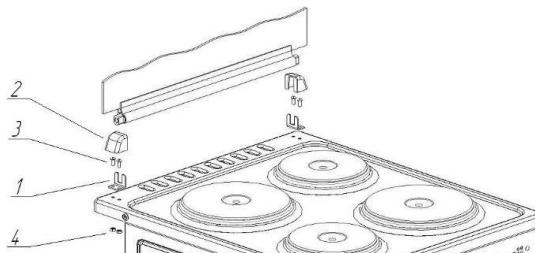

Рис. 5 Установка стеклянной крышки стола.
8) Установите на место крышку стола плиты (при её наличии). Установка и дополнительная комплектация согласно Рис. 5 Табл. 1
Некоторые модели плиты оснащены стеклянной крышкой стола, которая при необходимости легко снимается. Для этого снимите крышки декоративные поз.2 (Рис. 5), полностью откройте стеклянную крышку и поднимите вверх.